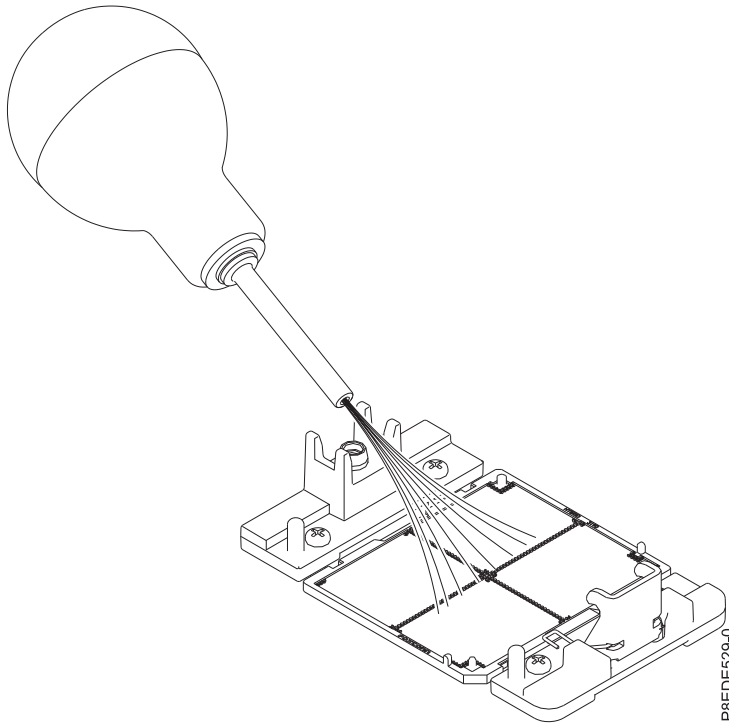

Abbildung 13. Staub und Fremdkörper vom Systemprozessorsocket entfernen
- a. Sollten am Systemprozessorsocket Staub oder Fremdkörper vorhanden sein, reinigen Sie das Socket mithilfe der im Lieferumfang enthaltenen Luftpumpe (Teilenummer 45D2645). Arbeiten Sie dabei mit kurzen Luftstößen von der Mitte des Sockets hin zu den Seiten, siehe Abb. 13 auf Seite 14.